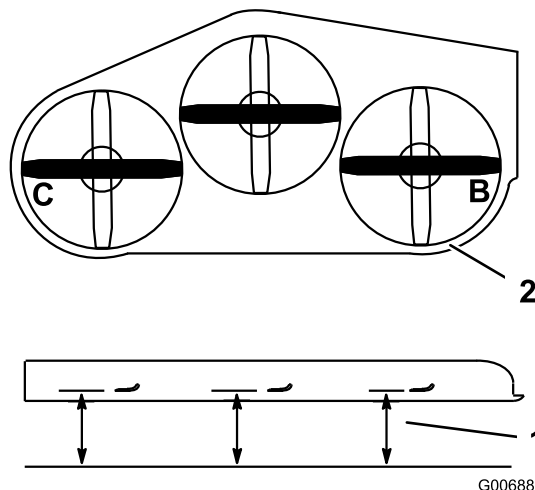

Figura 83
- Mida en las posiciones **B** y **C** desde una superficie nivelada hasta el filo de corte de los extremos de las cuchillas (Figura 83).